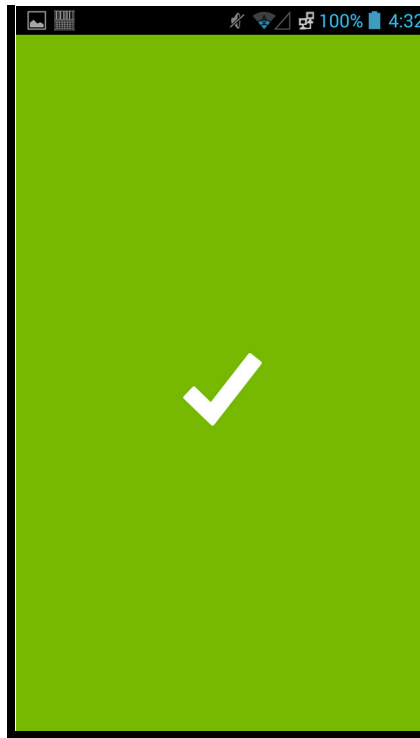
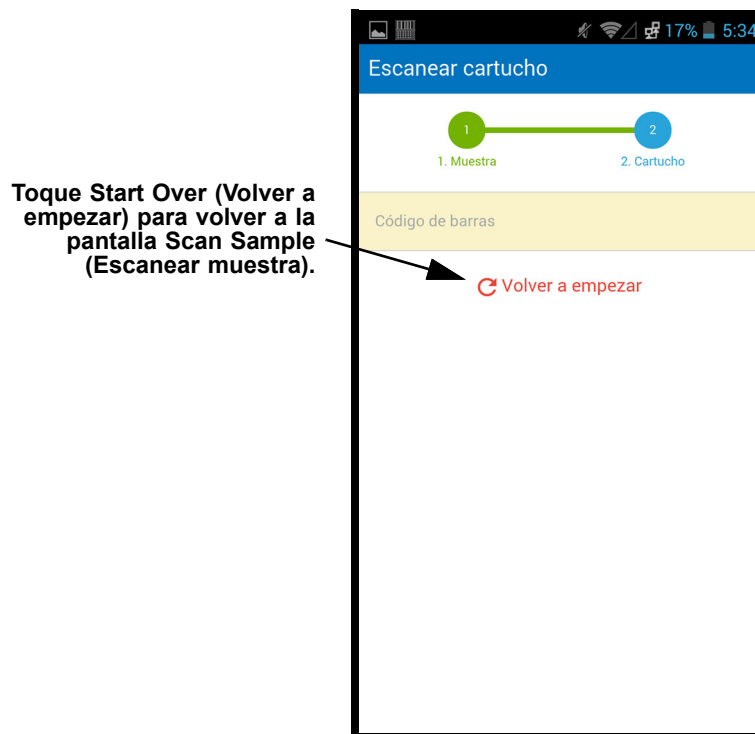

Figura 5-103. Pantalla de éxito del escáner Cepheid Link (Marca de verificación verde)
Figura 5-106. Pantalla Scan Cartridge (Escanear cartucho) de Cepheid Link
- 2) Si se encuentra una solicitud, se mostrará muy brevemente la pantalla de éxito (marca de verificación verde) (consulte la figura 5-103) y seguidamente se mostrará la pantalla Scan Cartridge (Escanear cartucho). Consulte la figura 5-106.
- 4) Si se encuentra una solicitud, se mostrará muy brevemente la pantalla de éxito (marca de verificación verde) (consulte la figura 5-103) y seguidamente se mostrará la pantalla Scan Cartridge (Escanear cartucho). Consulte la figura 5-106.
Si el cartucho se empareja correctamente con la muestra, se mostrará brevemente la pantalla de éxito (marca de verificación verde) (consulte la figura 5-103).
- Si la alícuota se escanea correctamente, se mostrará brevemente la pantalla de éxito (marca de verificación verde) (consulte la figura 5-103).